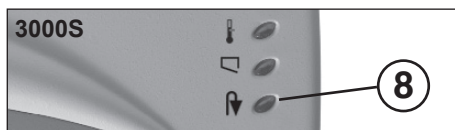

fig. 1
- 1 = Interrupteur à poussoir „prêt à fonctionner“ (fig. 1)**
- 2 = Commutateur à bascule (figure 1) (Marche avant / Marche arrière)**
- 4 = Voyant de contrôle „prêt à fonctionner“ (fig. 1)**
- 5 = Voyant de contrôle „bourrage matériau“ (fig. 1)**
- 6 = Voyant de contrôle (figure 1) « Surcharge moteur »**
- 7 = Voyant de contrôle (fig. 1) „récipient manquant“**
- 8 = Voyant de contrôle (fig. 1) „récipient plein“ / „marche arrière“**
- Allumer la machine avec l'interrupteur à poussoir (1) (figure 1). Le voyant de contrôle (4) (figure 1) s'allume.
Remarque: Pour la destruction de films transparents, il faut commuter manuellement la machine en marche avant (amener le commutateur à bascule (1) (figure 1) en position «↑»).
Avant d'atteindre le niveau maximum, ce qui arrête la machine, un bip sonore est émis à trois reprises pour signaler qu'il faut vider le récipient. La machine s'arrête lorsque le récipient collecteur est plein. Le voyant de contrôle (8) (figure 1) s'allume.
- Prenez le récipient par le devant et videz le contenu. Le voyant de contrôle (7) (fig. 1) s'allume.
Faites bien attention de mettre l'appareil hors circuit pendant la nuit en actionnant l'interrupteur manométrique (1) (fig. 1).